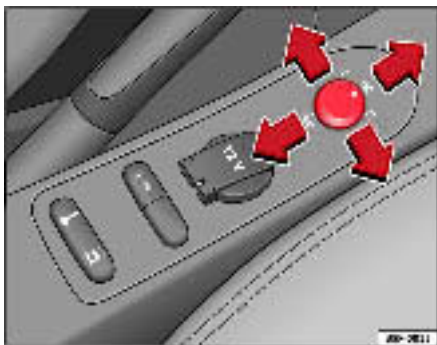

Fig. 90 Commande des rétroviseurs extérieurs
1. Tournez le bouton rotatif ⇒ fig. 90 en position **L (rétroviseur extérieur gauche)**.
- Tourner la commande vers l'avant, en position centrale ⇒ fig. 90 , afin que les rétroviseurs thermiques se réchauffent et que la fonction de pare-brise chauffant* au niveau de la zone de contact des balais soit activée ⇒ page 128
- Tournez le bouton rotatif ⇒ fig. 90 en position  pour rabattre les rétroviseurs extérieurs. Pour éviter tout dégât, il est conseillé de toujours rabattre les rétroviseurs extérieurs lorsque vous passez dans une installation de lavage automatique.